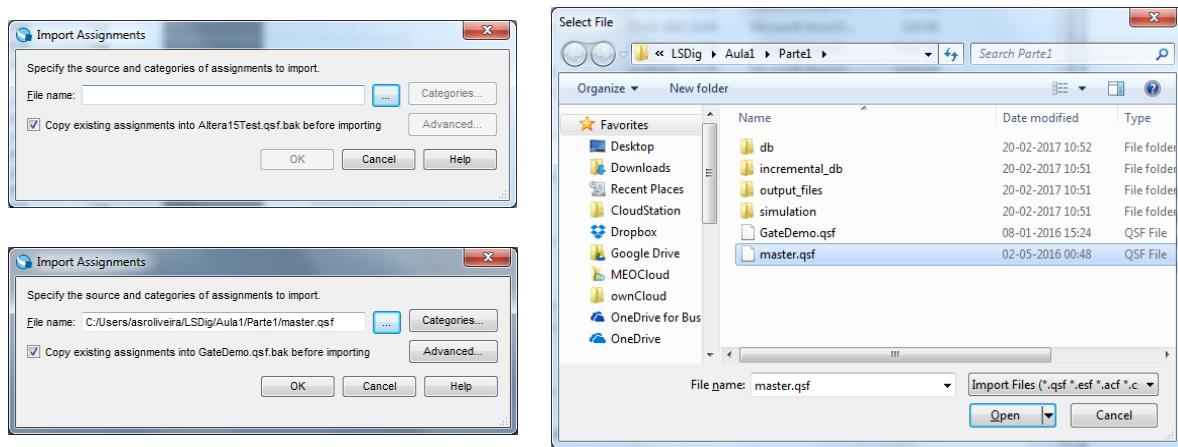

Figura 23 – Seleção e importação do ficheiro “master.qsf” com as definições dos pinos da FPGA ligados aos dispositivos do *kit*.
15. Para implementar o circuito em hardware real (FPGA), importe agora as definições de pinos da FPGA da placa de desenvolvimento que vai usar (localização física dos pinos aos quais estão ligados à FPGA os vários dispositivos da placa – e.g. LEDs, interruptores, displays, etc.). Para tal use o menu “*Assignments→Import Assignments*” (Figura 23).